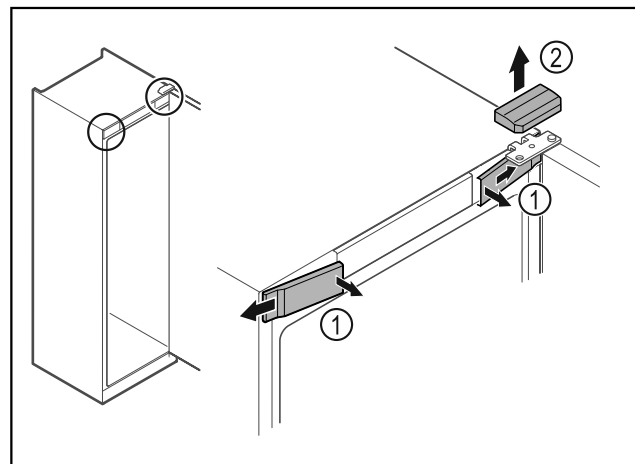

Fig. 8
- ▶ Uvolněte uvnitř přední kryty Fig. 8 (1) a sejměte je stranou.
- ▶ Horní kryt Fig. 8 (2) odeberte směrem nahoru.